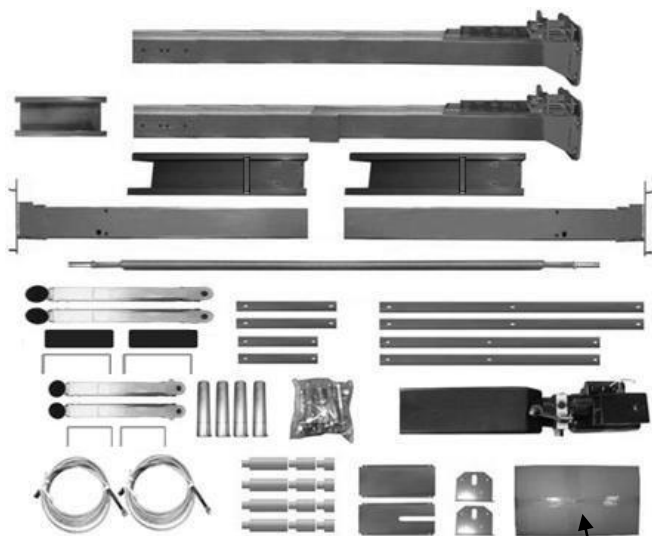

**Рис. 7**
2. Сдвиньте в сторону упаковку с подъемником с помощью вилочного погрузчика или крана и осторожно распакуйте его, извлеките рычаги и коробку с деталями из стойки, затем разместите их рядом с местом монтажа, проверьте детали в соответствии со списком поставки. (См. рис.7).